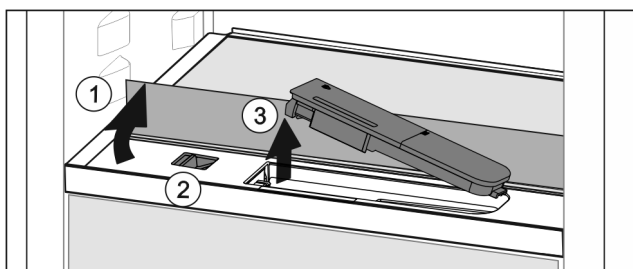

Fig. 127
- Soulever la tablette et la rabattre vers l'arrière jusqu'à la butée Fig. 127 (1).
- Pousser le curseur Fig. 127 (2) vers la gauche.
- Sortir le filtre à eau Fig. 127 (3).